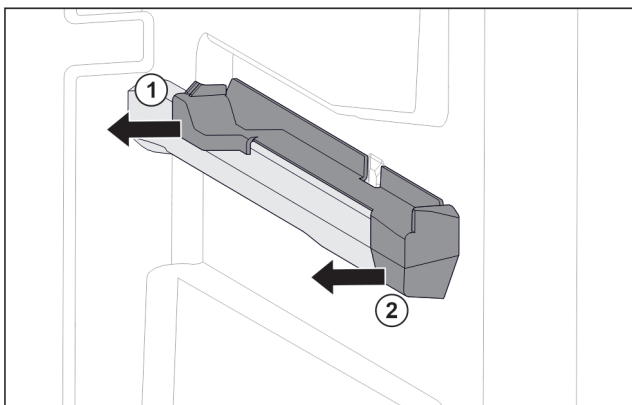

Fig. 107 Aufsteckteil auf der rechten Behälterrippe
- ▶ Aufsteckteil unten hinten greifen. (1)
- ▶ Aufsteckteil hinten zur Seite abziehen. Fig. 107 (2)
- ▶ Aufsteckteil vorne zur Seite abziehen. Fig. 107 (3)